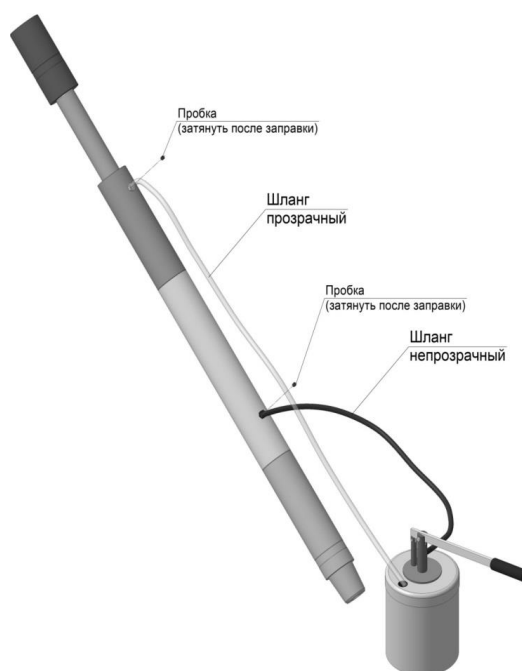

Рис. 2
- 1.2. Установить яс под углом примерно 60° к полу(см. Рис. 2), ниппельным концом вниз (использовать предохранительную заглушку для защиты резьбы!).